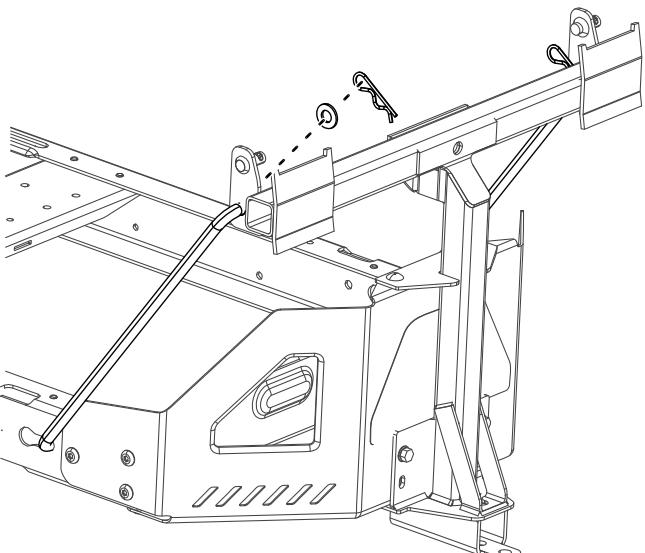

図 12
4. 機体フレームの左側にあるキー付きスロットに、ロッドの曲がって太い方の端部を差し込み、ロッドを後方にずらしてフレームに取り付ける図 12。
5. ロッドの曲がった方の端部を、図 12 のようにアタッチメントマウントに差し込み、各ロッドの端部をワッシャとヘアピンコッターで固定する。
2. ピボットフレームにピボットブラケットを取り付ける図 12。